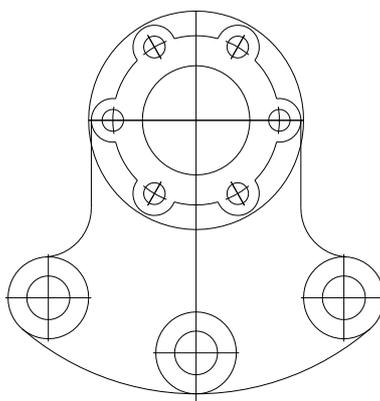

Рис. 15
16. С помощью команды **TRIM**  удалить все лишние элементы. Изображение (рис. 15):